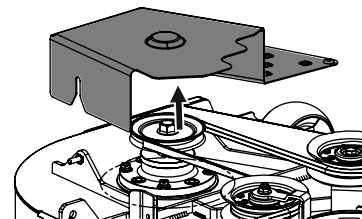

Figura 54
3. Extraiga las cubiertas de la correa de la plataforma. Consulte la Figura 54.